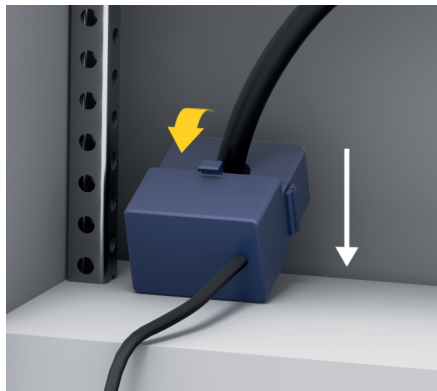

Fig. 15: Esempio di montaggio del sensore di corrente
- ▶ Rispettare la direzione di misurazione del sensore (Fig. 15, freccia bianca).
- ▶ Selezionare il punto di installazione con un percorso rettilineo del cavo e rispettare la direzione di misurazione (**direzione della freccia verso l'utenza**) (Fig. 15, freccia bianca).
- ▶ Inserire il cavo di installazione nel sensore di corrente e chiudere il cappuccio del sensore di corrente (Fig. 15, freccia gialla).